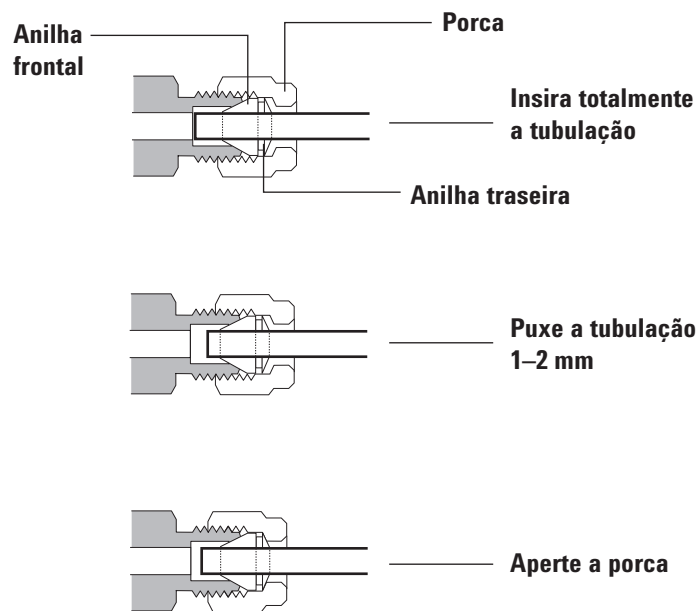

Figura 17. Inserir a tubulação
- 4 Empurre a tubulação totalmente para dentro do plugue e depois puxe-a para fora aproximadamente 1 a 2 mm. Consulte a **Figura 17**.